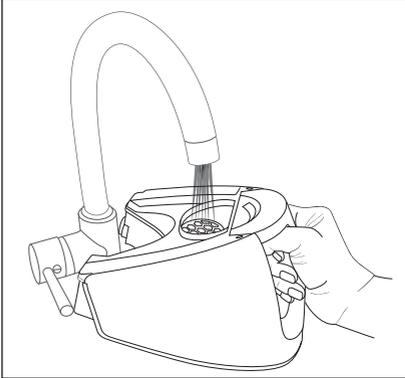

Abb. 2
- 2) Befüllen Sie den Wassertank **7** durch die Einfüllöffnung mit Leitungswasser oder destilliertem Wasser (siehe Abb. 2).